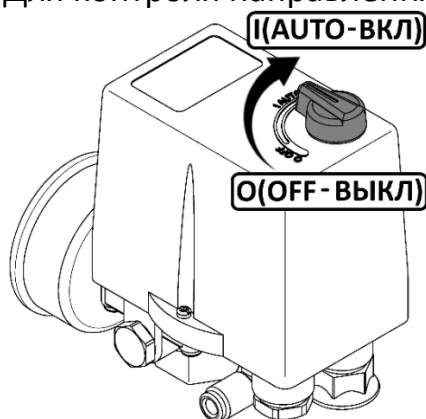

Рисунок 5
- Проверьте, чтобы выключатель на прессостате находился в выключенном положении "OFF" (см. рисунок 5).
Для пуска компрессоров СБ4/С-24.OLD20-3, СБ4/С-50.OLD20-3, СБ4/С-50.OLD20-3/10 после срабатывания защиты выполните следующие действия: после того, как двигатель остынет до допустимой температуры переключите выключатель на прессостате в положение **"OFF"** (рисунок 5), а затем включите компрессор переключив выключатель в положение **"AUTO"**.